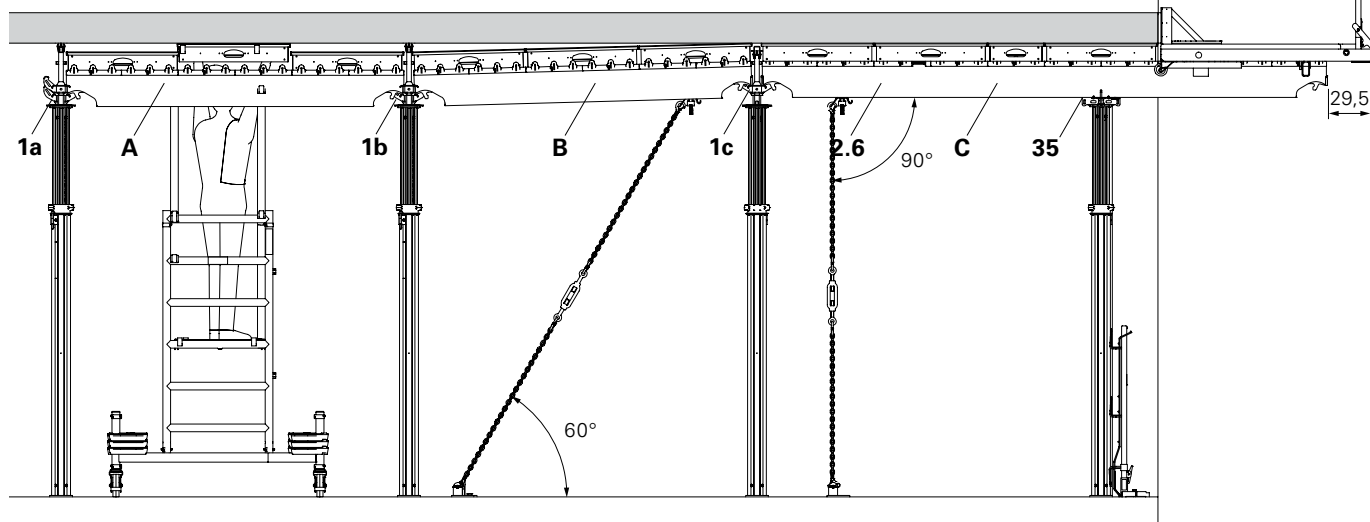

Fig. A9.15
4. Descofrar os painéis e vigas principais no penúltimo módulo standard (A). (Fig. A9.15). Não descofrar os módulos B + C ainda!